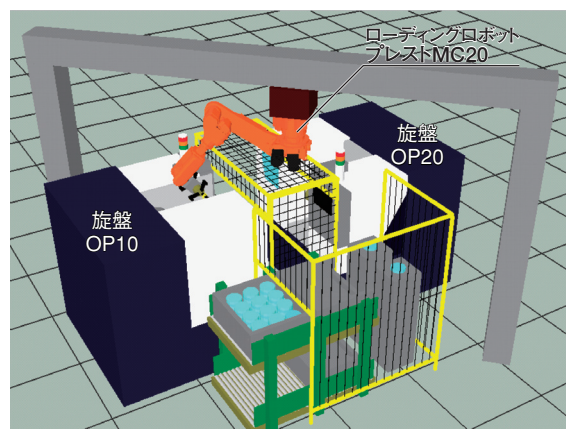

図11 アプリケーション例②
2) アプリケーション例②
ロボットを天吊り仕様で使用した場合のアプリケーションの例を、図11に示す。アプリケーション例①と同様だが、天吊りで使用することで、加工機の前面スペースを開けることができ、ツールやワーク治具の交換など、保全性が高まる。